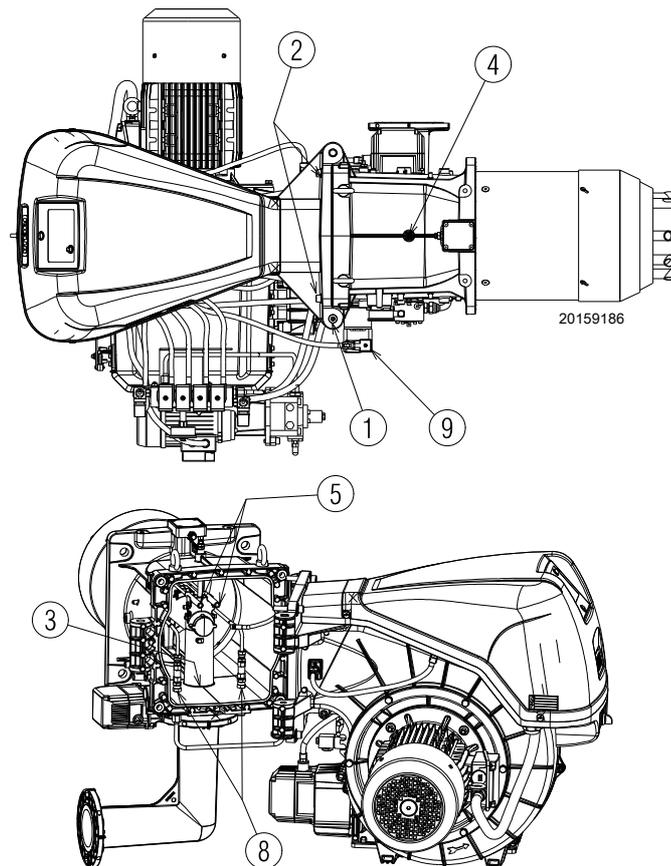

图 16
燃烧器出厂时被预设为向右打开，因此要保持插销 1)( 图 16) 在保护罩中。
- C 将燃烧器全部打开，如图 16 所示；
要从对侧打开燃烧器，必须在取下插销 1)( 图 16) 前，确认 4 个螺丝 2) 已经拧紧。然后将插销 1) 移动到对侧，此时才能取下螺丝 2)。断开最大燃气压力开关插座 9( 图 16)，之后按前述步骤从 C) 点开始操作。